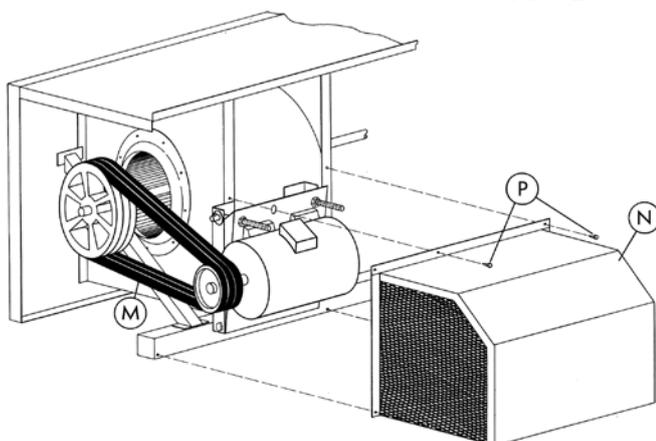

Abb. 27 – Montage von Motorabdeckung und Keilriemen
6. Installieren Sie den Keilriemen **M** auf der Riemenscheibe von Ventilator und Motor (siehe **Abb. 27**). Spannen Sie den Keilriemen mithilfe von Muttern an den Gewindestangen, wobei der Keilriemen nicht überspannt werden darf. Bei einer ordnungsgemäßen Keilriemenspannung sollte die Mitte des Riems durch moderaten Fingerdruck etwa $\frac{1}{2}$ " (13 mm) nachgeben.
9. Zur Installation der Motorabdeckung **N** müssen die Bohrlöcher ausgerichtet und mithilfe der selbstschneidenden Schrauben **P** befestigt werden (siehe **Abb. 27**). Stellen Sie sicher, dass die Motorabdeckung nicht mit der Antriebsriemenscheibe oder dem Keilriemen in Berührung kommt.